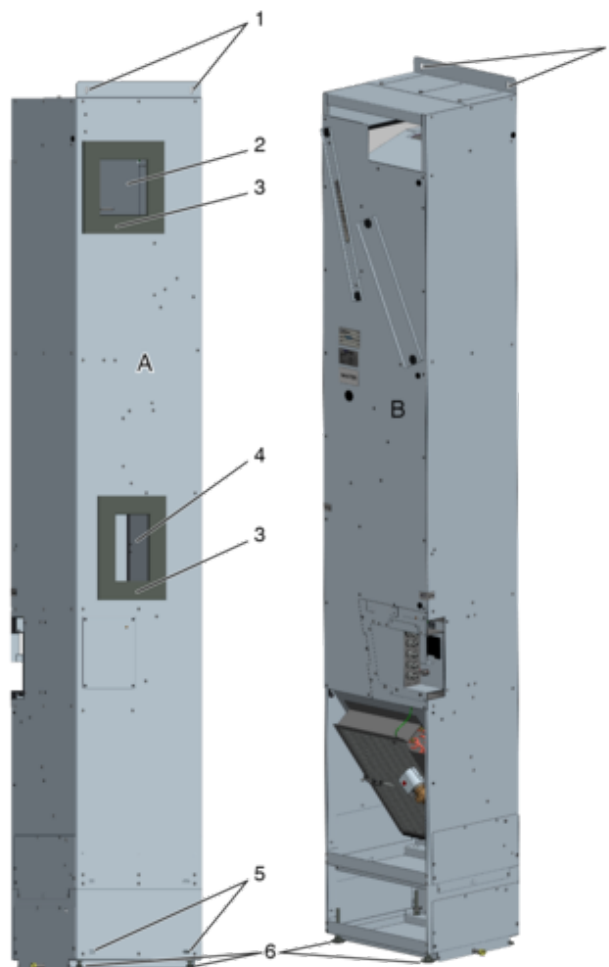

Abb. 4: Geräteaufstellung
1. ▶ Lüftungsgerät mit der Fassadenseite (Abb. 4 /A) an die Fassade stellen. Die Luftöffnungen (Abb. 4 /2 und Abb. 4 /4) müssen dabei mit den Öffnungen in der Fassade übereinstimmen, ggf. mit Stellfüßen justieren.
2. ▶ Das Lüftungsgerät mit geeigneten Schrauben (\varnothing 6 mm) an den Befestigungslöchern (Abb. 4 /1 und Abb. 4 /5) mit der Fassade verschrauben.